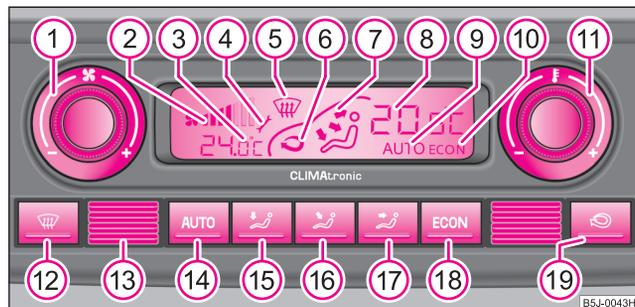

Abb. 97 Climatronic: Bedienelemente
- Drücken Sie die Taste  ⇒ Seite 87, Abb. 97.
Drücken und halten Sie die Tasten  und  ⇒ Seite 87, Abb. 97. Im Display erscheinen die Angaben in der gewünschten Temperatur-Maßeinheit.
- Drehen Sie mit dem Drehregler ① ⇒ Seite 87, Abb. 97 nach links (Gebläsedrehzahl verringern) bzw. rechts (Gebläsedrehzahl erhöhen).